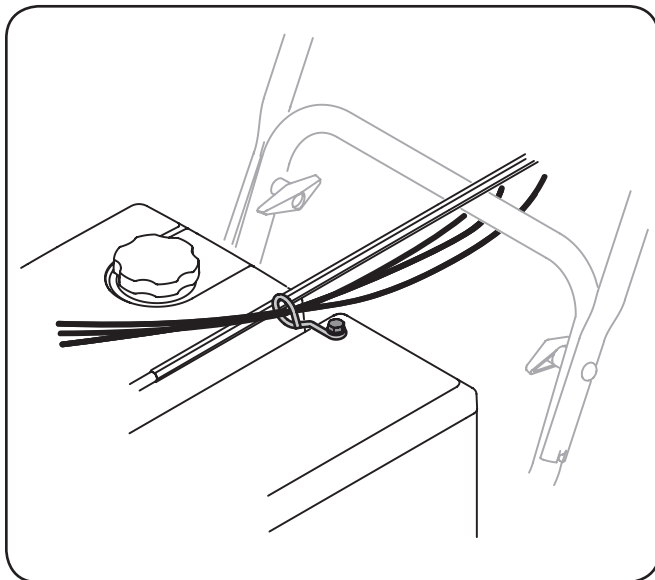

Figure 3-10
9. Vérifiez que tous les câbles sont correctement acheminés dans le guide-câble situé au-dessus du moteur. Voir Figure 3-10.